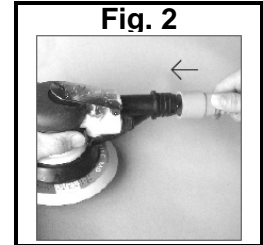

Fig. 2
5. Fixez le tuyau d'aspiration de poussière au raccord (no. 32) (fig.2)
5. Conecte el tubo de polvo al conector del tubo de polvo (Parte #32) y asegúrelo (Fig.2).